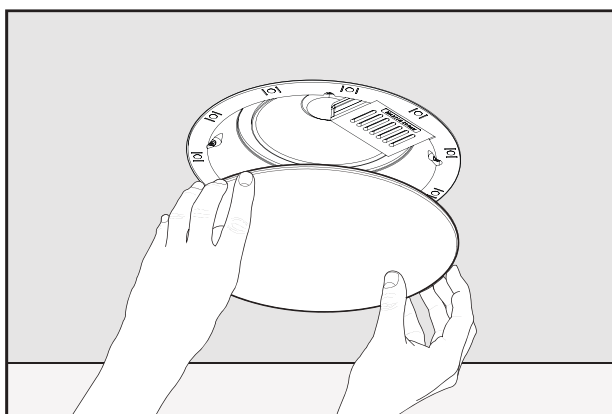

Fig. 5e
11. グリルをゆっくりと押し込んでください (Figs. 5e & 6e).